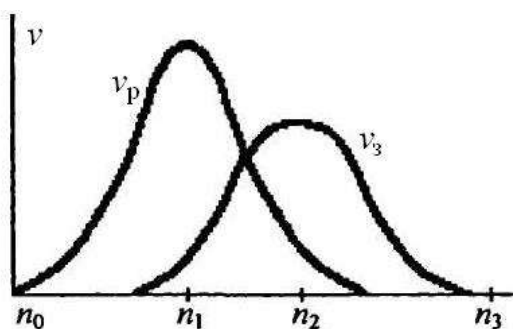

Рис. 3.5. Степень переохлаждения сплава
11. Какую структуру можно ожидать, если при кристаллизации достигнута степень переохлаждения n_1 (рис. 3.5)?